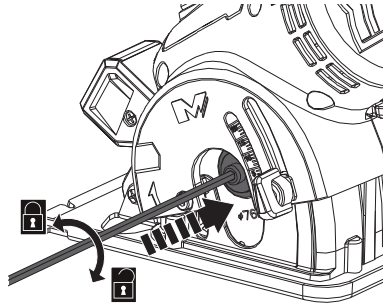

Fig. 2
- > Coloque a chave hexagonal (21) fornecida no parafuso de aperto, gire o veio ligeiramente com a mão livre até que encaixe na sua posição.
- > Desaperte o parafuso de aperto da lâmina de serra (6) para a direita e retire-o junto com a arruela e o flange de aperto (10) (Fig. 2).